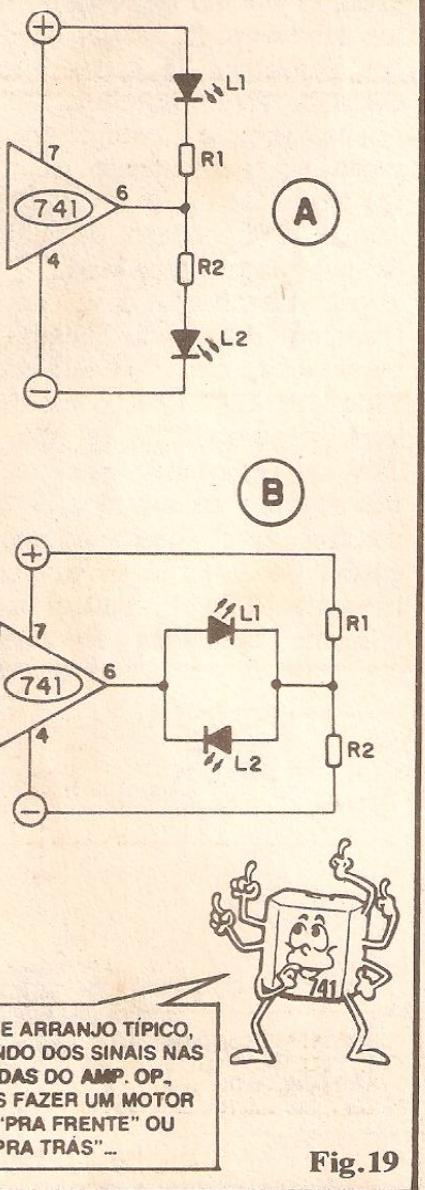

Fig. 19
**FIG. 19 - APROVEITANDO A BI-DIRECIONALIDADE DA SAÍDA DE UM AMP.OP.** - Como a Tensão de Saída (pino 6) de um 741 pode excursionar desde cerca de 2V "acima" do negativo da alimentação geral, até cerca de 2V "abaixo" do positivo da dita alimentação, ou seja: é "bi-direcional" com relação ao "zero" central da alimentação (linha de "terra" ...), podemos acionar dois LEDs num só arranjo, de modo que um deles acenda sob estado "alto" no pino 6 e outro acenda sob estado "baixo" na Saída! O arranjo mostrado em 19-A traduz, na prática, essa possibilidade... Cada um dos resistores (R1 e R2) deve ter seu valor calculado para promover 5 mA máximos nos respectivos LEDs, sob uma Tensão equivalente à metade da geral (uma "fatia" do split...). Dessa maneira, estando a Saída do 741 rigorosamente "zerada" (sob o Potencial nulo da linha de "terra", central da alimentação...), ambos os LEDs acenderão (os mais espertos logo notarão que o conjunto forma um excelente indicador para o ajuste do OFF SET, já explicado lá no começo da presente "Lição"...). Qualquer outra condição da Saída, que não seja o "zero" absoluto, promoverá o acendimento proporcional de um ou de outro LED (nunca mais de ambos...), dependendo unicamente da polaridade com que o sinal se manifesta na saída... Um interessante fenômeno também ocorre: a "soma" das luminosidades dos LEDs, num arranjo em que o ganho do 741 seja linear e controlado, será sempre a mesma, obedecendo, proporcionalmente, a seguinte "tabelinha":